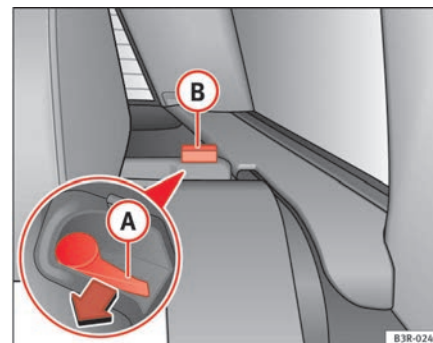

Fig. 127 Alavanca desbloqueadora do encosto
- Pressione a alavanca de desbloqueio (A) ⇒ fig. 127 no sentido da seta.